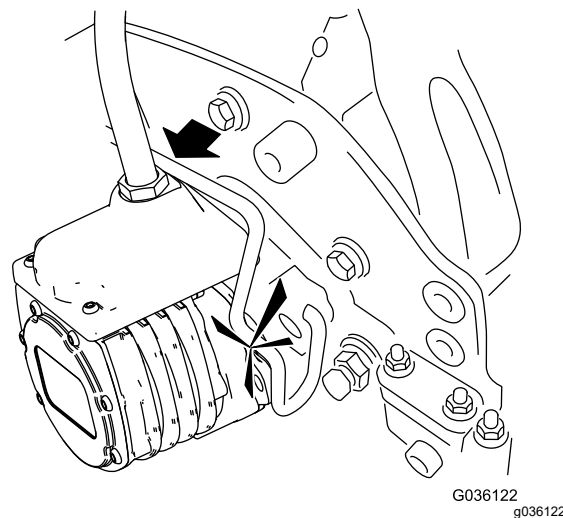

Рисунок 64
6. Нанесите на шлицевой вал электродвигателя режущего блока чистую консистентную смазку (Рисунок 64).
7. Вставьте электродвигатель в левую сторону режущего блока (если смотреть со стороны оператора) и тяните фиксатор электродвигателя на режущем блоке в сторону электродвигателя до тех пор, пока не услышите щелчок с обеих сторон электродвигателя (Рисунок 64).